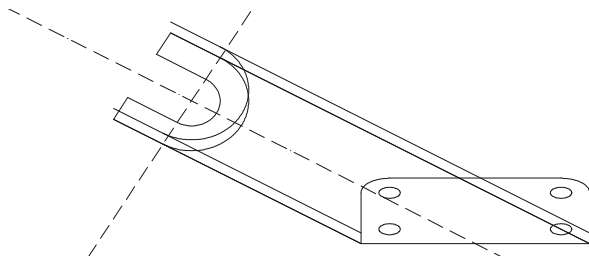

图 6-3-8
STEP 03 使用 VPOINT 命令设置视点，如图 6-3-8 所示。其具体操作如下：
// 效果如图 6-3-8 所示